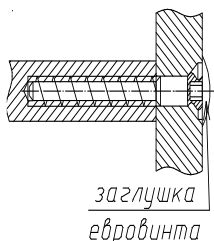

Рис. 1
1. Собрать каркас шкафа по схеме сборки (рис.5) с помощью евровинтов (рис.1)